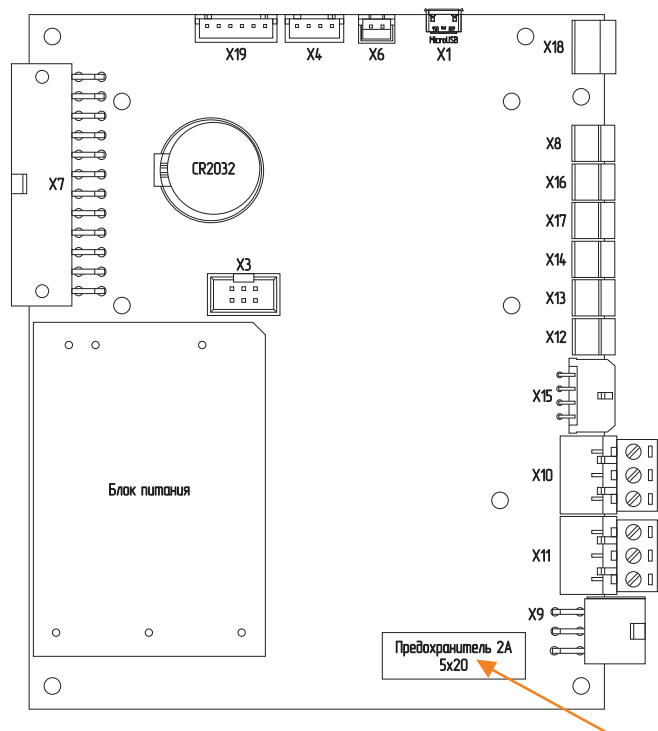

Рис.8 Плата контроллера
3. замените предохранитель (Рис.8) (запасной предохранитель в базовой комплектации котла).